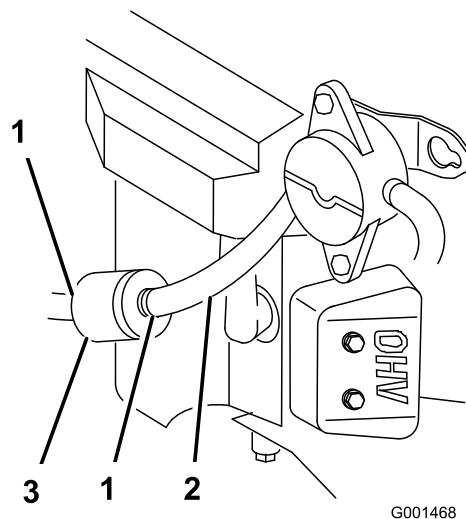

Bild 40
4. Drücken Sie die Enden der Schlauchklemmen zusammen und schieben Sie sie vom Filter weg (Bild 40).